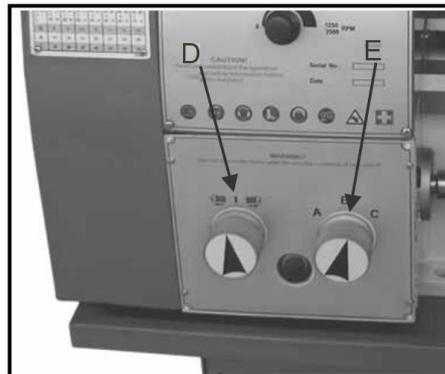

Рис. 10
4. Рычаг направления подачи (D, рис. 10)
5. Рычаг скорости подачи (Е, рис. 10)